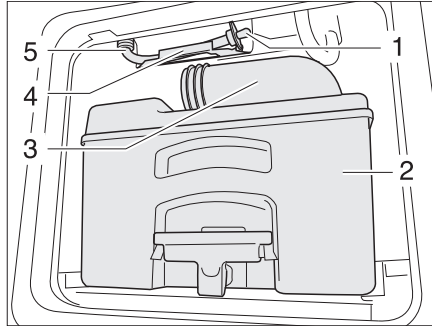

Fig. 362 Tubo de desagüe del depósito de agua del inodoro
- Vaciar el cassette (Fig. 362,2) en una estación de evacuación autorizada para ello y limpiarlo.
- Dejar el tubo de vaciado (Fig. 362,3) abierto.
- Sacar el tubo de desagüe (Fig. 362,5) de la sujeción (Fig. 362,4).
- Sacar el tapón de desagüe (Fig. 362,1) y dejar que salga el agua residual.